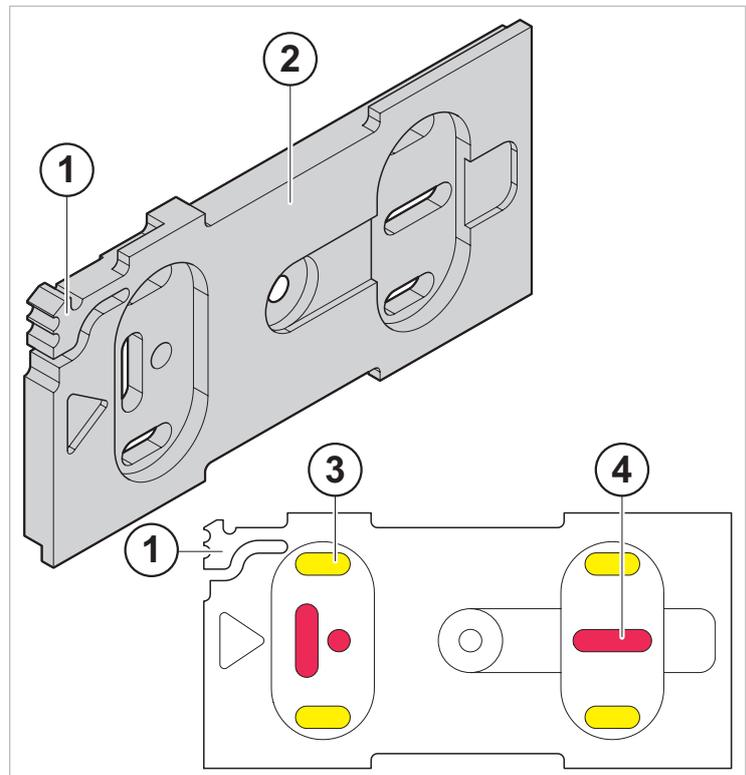

Fig. 2 Montageplatte mit Schraubenlöchern
*Siehe «Fig. 2 Montageplatte mit Schraubenlöchern».*